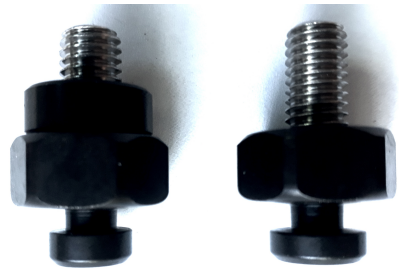

Abbildung 3 : Unterschied Form Halter
Die hinteren oberen Halter unterscheiden sich in ihrer Form leicht von den restlichen Haltern (siehe Abb. 3, S. 3). Um eine Verwechslung auszuschließen, ist der an dieser Position benötigte Distanzring mit dem Halter verklebt, so dass der hintere obere Halter ① nicht mit den unteren Haltern ② verwechselt werden kann. Bei der Verwendung am *chike cargo* wird dieser Distanzring entfernt. Stellen Sie in diesem Fall sicher, daß dennoch keine Vertauschung der Halter erfolgt. Andernfalls lassen sich die Lastenboxen nicht befestigen.